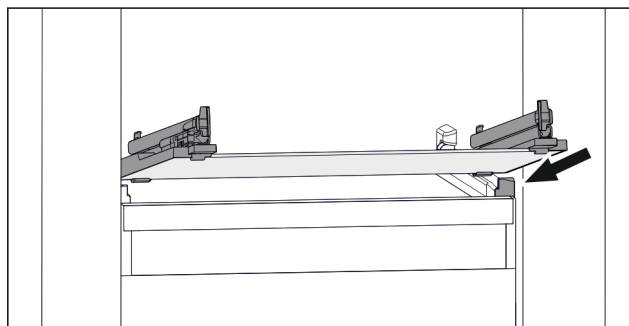

Fig. 49 Rappresentazione esemplificativa del ripiano in vetro
- ▶ Applicare il ripiano in vetro obliquamente dietro i fermi. (vedere Fig. 49)